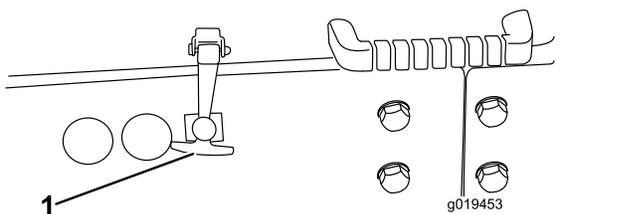

Figura 48
2. Quite el seguro del capó y ábralo (Figura 48).